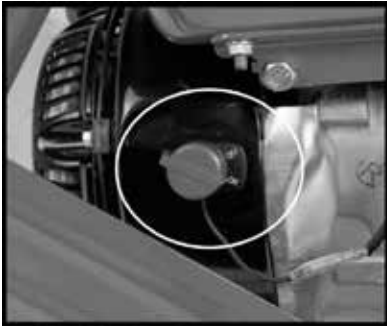

Fig. 1 – Strømbryter
4. Kontroller at motorstrømbryteren er satt i posisjon ON (fig. 1).